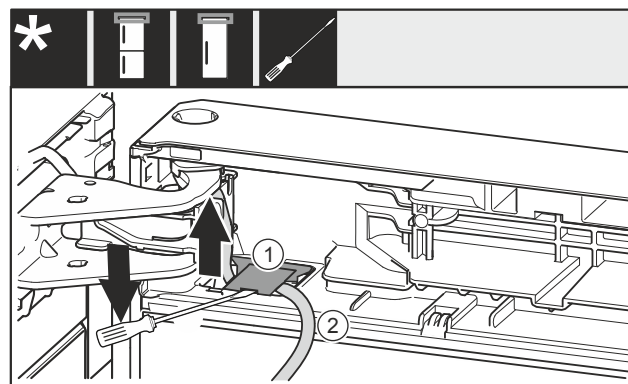

Fig. 24
- Avec un tournevis plat, soulever le cache *Fig. 24 (1)* et le retirer.
- Retirer le câble *Fig. 24 (2)*.